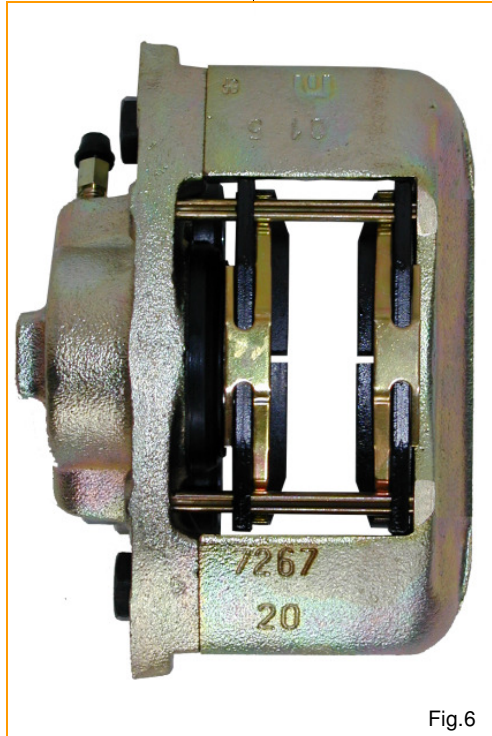

Fig.6
- The calipers are left and right handed. The picture Fig.6 shows you how the pads are installed correctly. Check that the springs are fitted correctly.
- Montieren Sie die Bremsbeläge im Sattel wie in Fig.6 gezeigt. Achten Sie auf den richtigen Sitz der Federn.
See Fig.6
WICHTIG: Die Entlüfterschraube am Bremssattel muss nach oben zeigen, ansonsten sind Sie nicht in der Lage Ihr Bremssystem zu entlüften. Siehe Fig.6